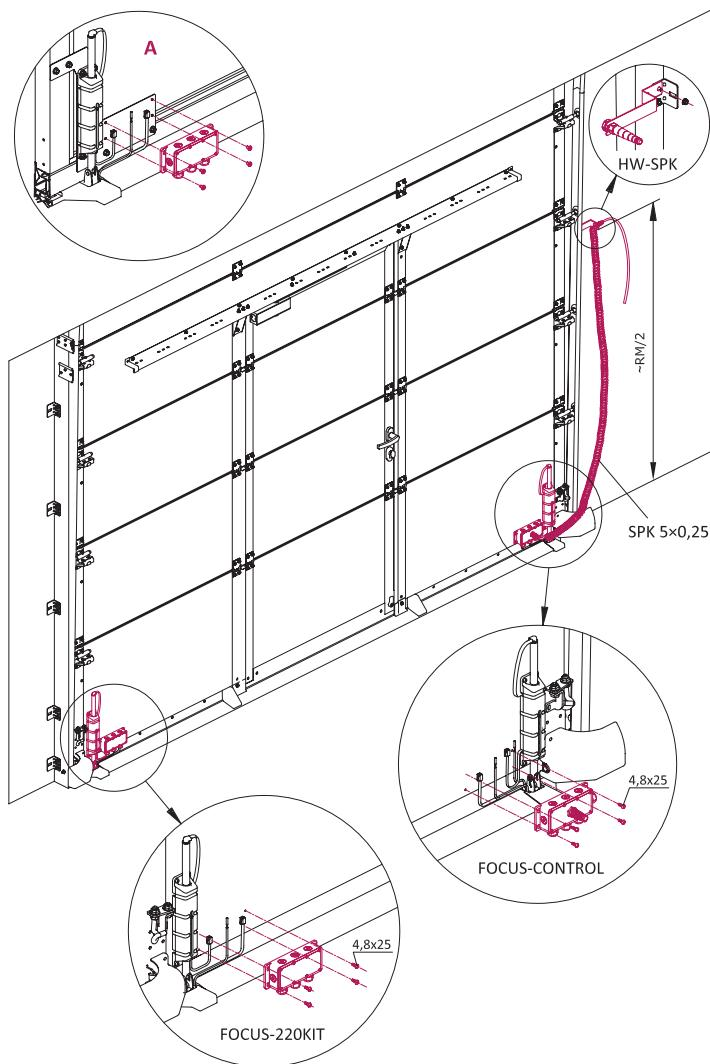

Abb. 2 — Einstellung der Sets **FOCUS-210** und **FOCUS-220KIT**
2. Installieren Sie die Gehäuse der Sets **FOCUS-210 (FOCUS-CONTROL)** und **FOCUS-220KIT** (Abb. 2) am Torblatt aus Sandwich-Paneelen mit 4,8x25 Schrauben (8 Stück sind im Torbausset enthalten). Um die Position der Gehäuse an dem Torblatt zu bestimmen, werden zwei Löcher im Werk angebracht.
Wenn der untere Teil der Sektion von Torblatt Panorama ist, werden die Gehäuse auf vorinstallierten Stahlplatten (Abb. 2, Ansicht A) mit Schrauben M5x8 montiert (Das Torset enthält 8 Stück).
3. Montieren Sie einen Rollenhalter **HW-SPK** (Abb. 2) an der Außenseite des Eckprofils des Führungsschienensystems, nicht tiefer als die Mitte der Toröffnung (ungefähr **RM/2**).
4. Führen Sie das kurze Ende des Spiralkabels **SPK 5x0,25** (Abb. 2) durch die spezielle Kabeleinführung des **FOCUS-CONTROL**-Gehäuses und das lange Ende durch die Kabeleinführung des Rollenhalters **HW-SPK**.